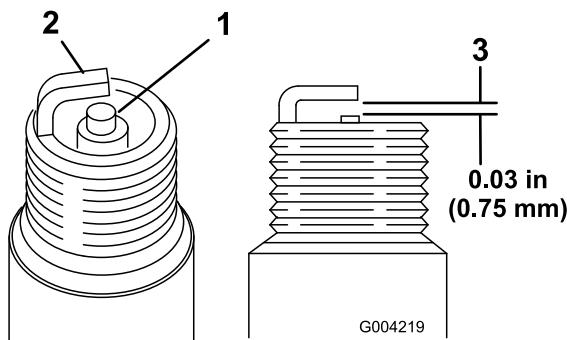

Figure 19
1. Examinez le centre de la bougie (Figure 19). Si le bec isolant est recouvert d'un léger dépôt gris ou brun, le moteur fonctionne correctement. S'il est couvert d'un dépôt noir, c'est généralement signe que le filtre à air est encrassé.
2. Contrôlez l'écartement entre l'électrode centrale et l'électrode latérale (Figure 19). Courbez l'électrode latérale (Figure 19) si l'écartement est incorrect.